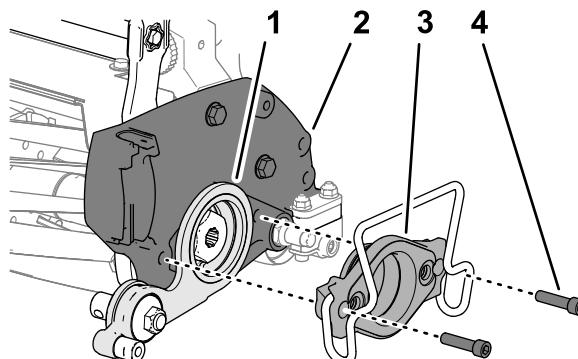

図19
- 図19に示すように、アイドラアセンブリをカッティングユニットに合わせる。
- アイドラプレートを通してモータマウントをカッティングユニットのサイドプレートの内部に取り付ける図19。
- マウントをプレート図 19に組み付けるステップ